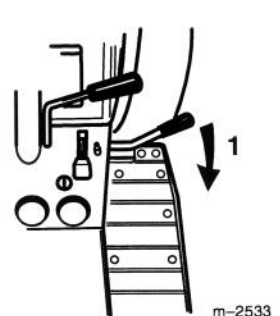

Figure 3
3. Débrayer la prise de force (PdF) (Fig. 3).
4. Mettre la manette de starter en position engagée (Fig. 3).